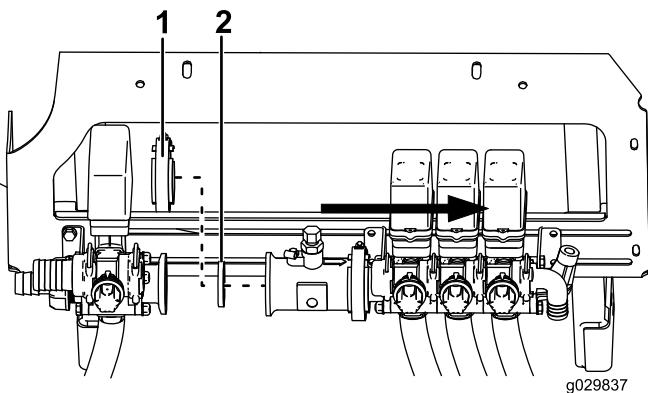

Figure 2
4. Retirez le collier à vis sans fin et le joint, et éloignez le débitmètre et le bloc de vannes de la vanne d'agitation (Figure 2).